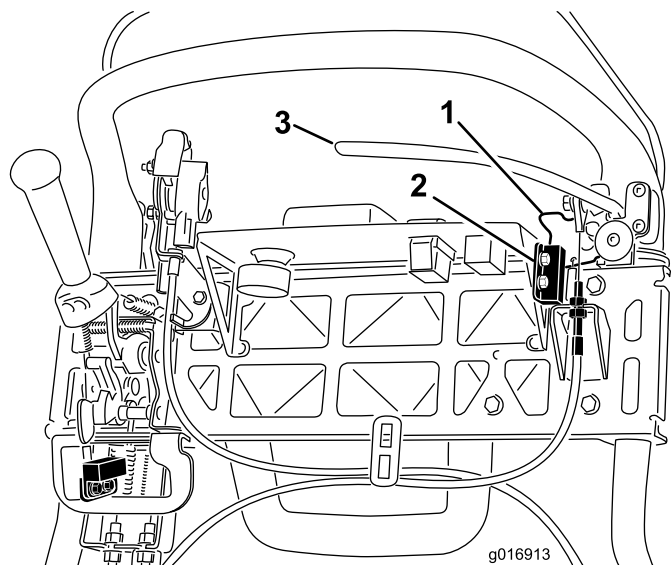

Figura 39
4. Allentate i dispositivi di fissaggio del microinterruttore (Figura 39).
5. Inserite uno spessore di 1,6 mm fra il fermo del freno di stazionamento ed il microinterruttore (Figura 39).